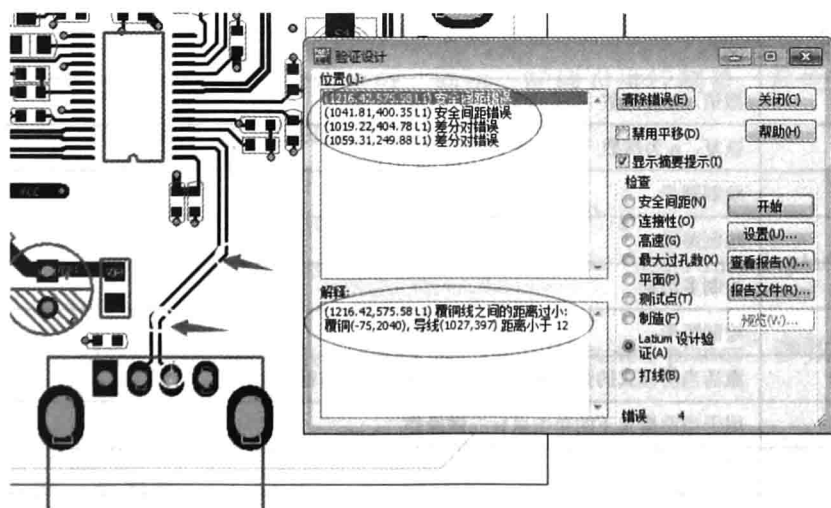

图 11-19 差分线验证设计结果
(3) 在“验证设计”对话框中, 单击【开始】按钮即可进行差分线验证。如果 PCB 上差分线的线宽和线距不满足要求, 软件将会提示错误的位置和解释, 用户可以根据错误提示进行设计优化。如图 11-19 所示。